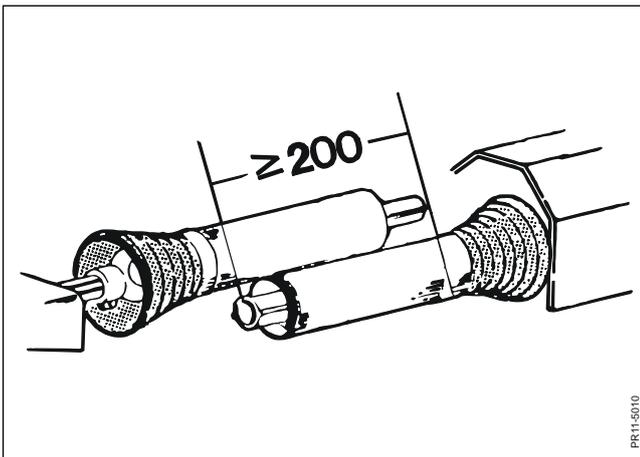

Fig. 3
- FIG. 3** Montare l'albero cardanico sulla presa di forza del trattore e controllare che l'albero abbia una sovrapposizione di almeno 200 mm nella posizione di lavoro. Controllare anche che si possa muovere liberamente in entrambe le posizioni, di sollevamento e di abbassamento. Se l'albero è troppo lungo deve essere accorciato alla lunghezza esatta.